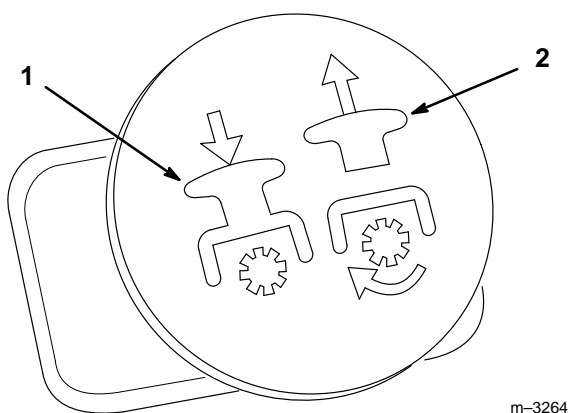

Abbildung 16
3. Den PTO-Schalter auf ON (an) ziehen (Abb. 16).